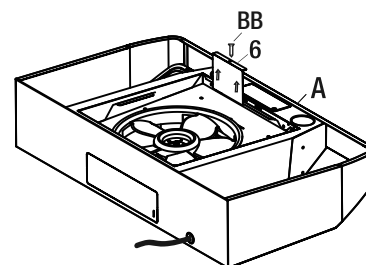

Fig. 12
- Si vous avez choisi une ventilation intérieure, dévisser la vis qui retient le couvercle (6) et enlever le couvercle comme sur la Fig. 12. NE PAS ENLEVER AUCUNE AUTRE PIÈCE.